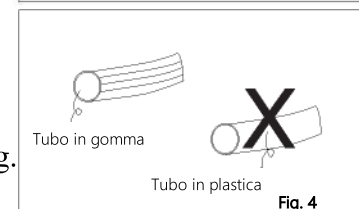

Fig. 4
- Utilizzare solo tubo in gomma, apposto per fornelli a gas. L'uso di un tubo in plastica può essere pericoloso (Fig. 4).